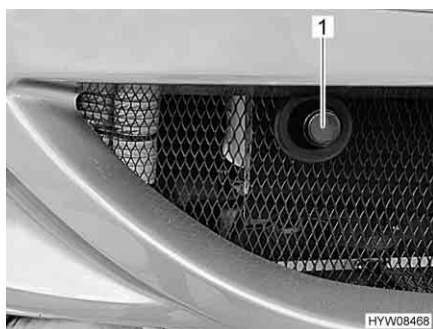

Fig. 45 Copertura per l'alloggiamento dell'occhione di traino (Fiat)
- Rimuovere la copertura (Fig. 45,1).